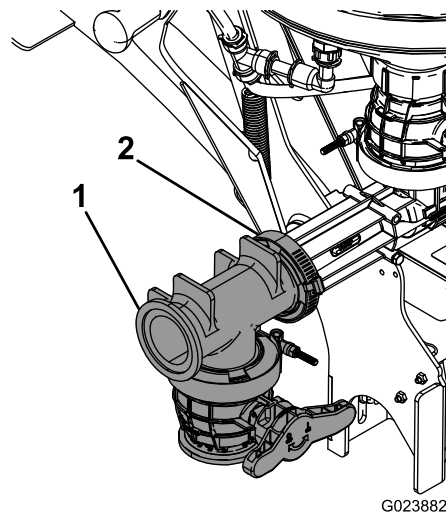

Figura 19
- Ligue a válvula em T ao conjunto do misturador utilizando um casquilho e um grampo sem fim (Figura 19).